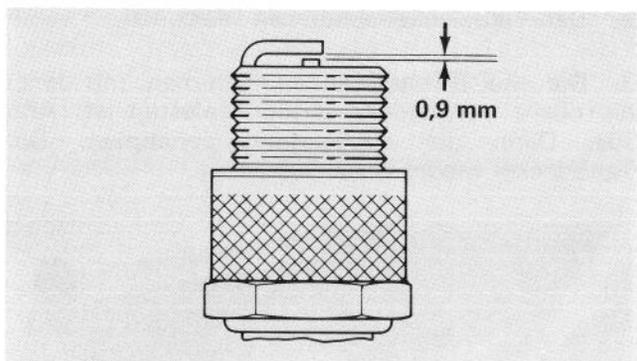

Abb. 21
6. Den Elektrodenabstand der neuen Zündkerze auf 0,9 mm einstellen (Abb. 21) und die Kerze fest in den Zylinderkopf einschrauben (Anzugsdrehmoment 2 mkp).